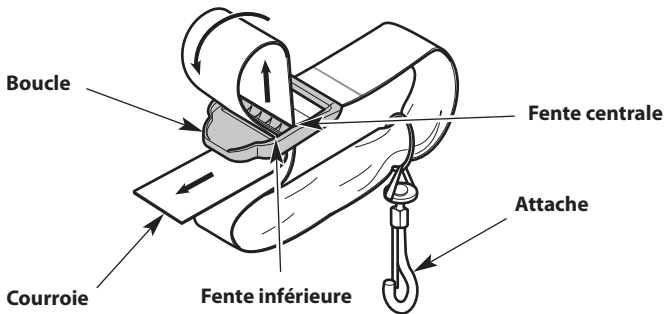

Fig. 6
1. Poussez la courroie à travers la fente centrale de la boucle (Fig. 6).
2. Repliez la sangle et faites-la passer dans la fente inférieure de la boucle (Fig. 6).